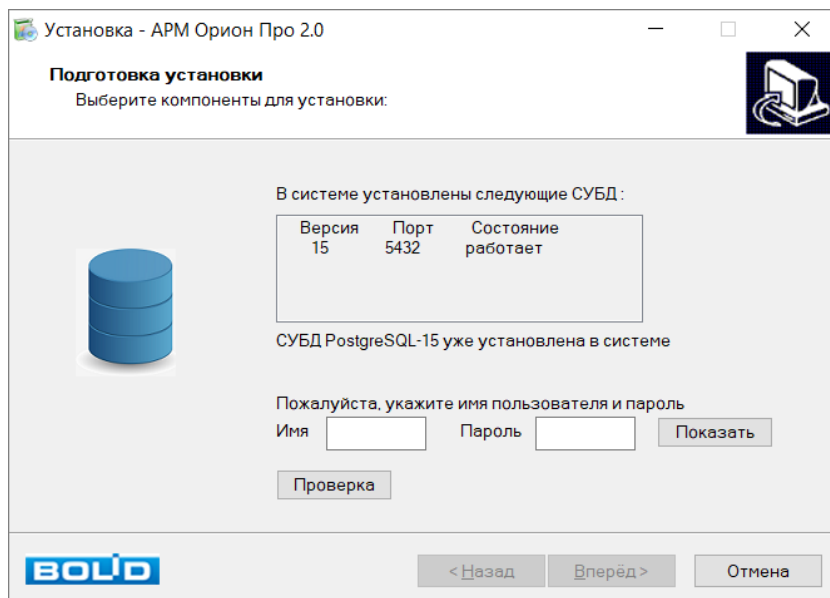
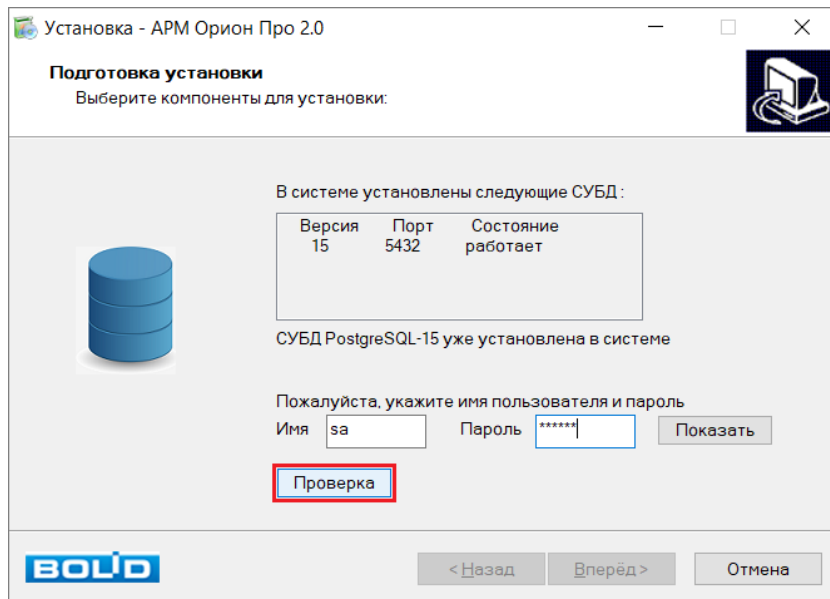

Рисунок 2-32 Информация о СУБД с настройками
Рисунок 2-33 Проверка подключения к СУБД
- если на ПК уже установлена СУБД PostgreSQL/ Postgres PRO, то на странице подготовки установки ПО будет отображена информация о СУБД и поля для ввода имени пользователя и пароля для подключения к СУБД (см. Рисунок 2-32). Введите в соответствующие имя пользователя и пароль для доступа к установленной СУБД и нажмите кнопку «Проверка» для проверки подключения к СУБД (см. Рисунок 2-33). В этом случае: